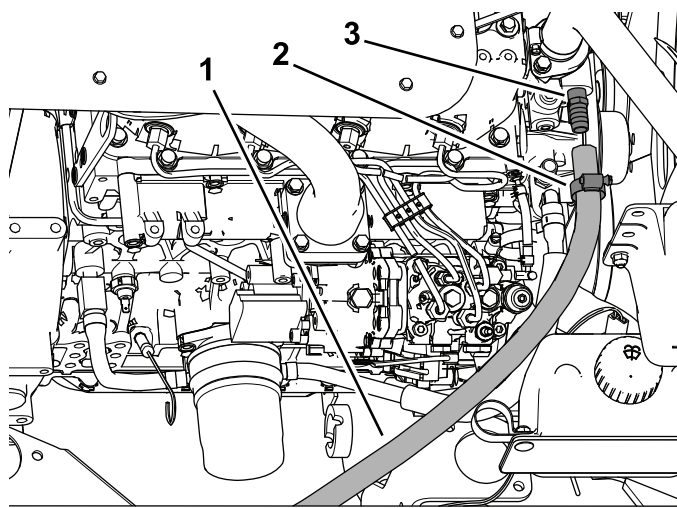

Figura 36
5. Fate scorrere la fascetta stringitubo sul flessibile di mandata e poi inserite il flessibile sopra il raccordo dentellato (3/8 NPT x 0,625) come illustrato nella Figura 36.